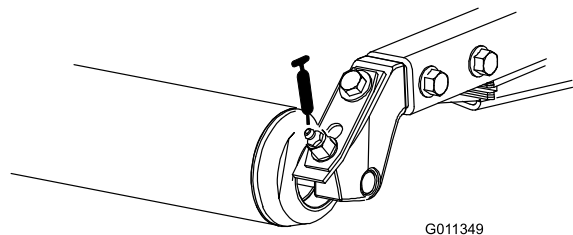

Bild 44
- Hintere Rollenlager (2 pro Mähwerk) (Bild 44)